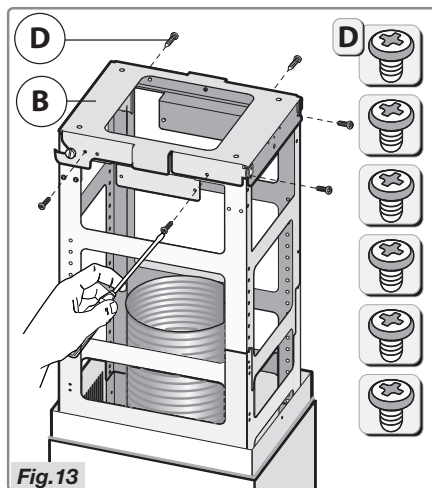

Fig. 13
- **OBS!** Fest hetten direkte på braketten **B** med de 6 skruene **D** (Fig. 13).